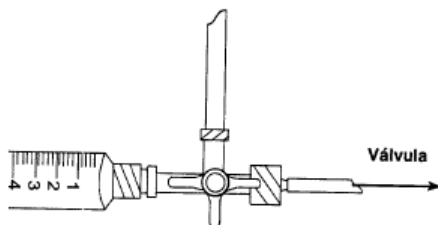

Figura A-2
4. Ajuste a válvula de segurança para ligar a seringa ao conjunto da válvula (figura A-2)